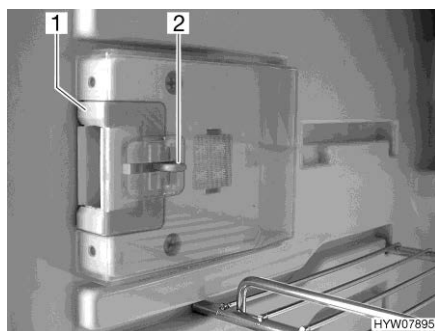
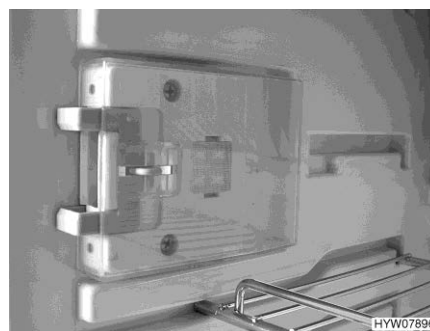

Bild 163 Låsanordning (normalläge)
Bild 164 Låsanordning (ventilationsläge)
■ Tryck in frigöringen (Bild 163,2).
■ Skjut låsanordningen (Bild 163,1) framåt (Bild 164).